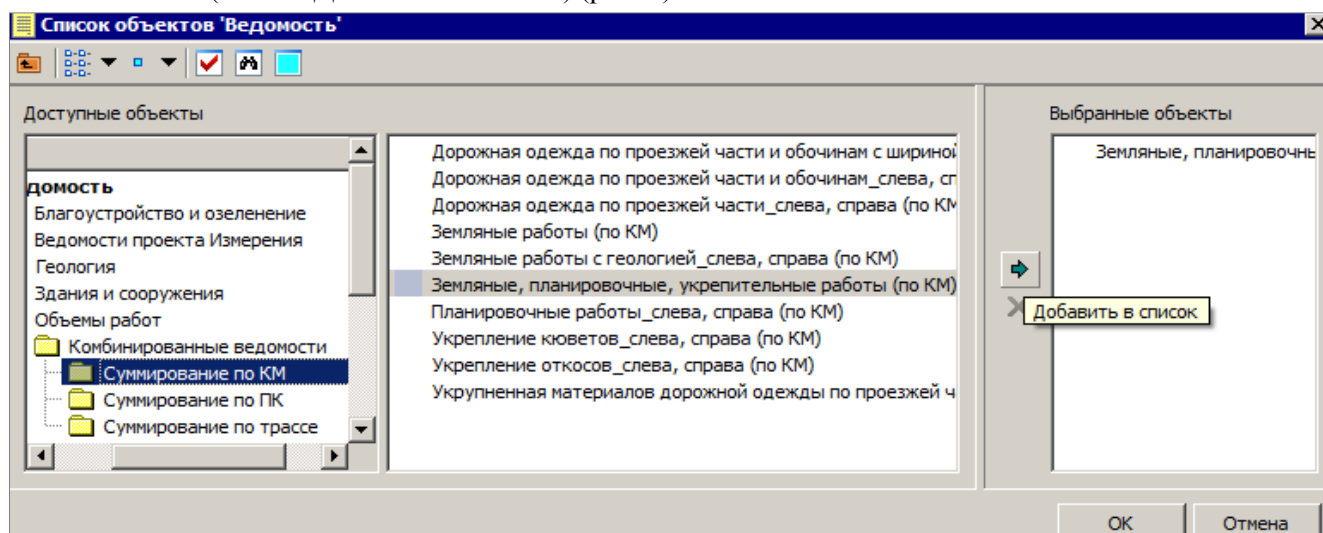

Рис. 7. Выбор шаблона ведомости
3. Для выбора шаблона откроем список ведомостей (кнопка выбора  в строке **Выбор шаблона**). Из числа комбинированных ведомостей с суммированием по километрам выберем и добавим шаблон (кнопка **Добавить в список**) (рис. 7).
**ВНИМАНИЕ !** Если в список выбранных шаблонов (рис. 7) добавлено несколько ведомостей, то все они будут созданы за одно применение команды по одним и тем же расчётным точкам и с одинаковыми настройками детализации.